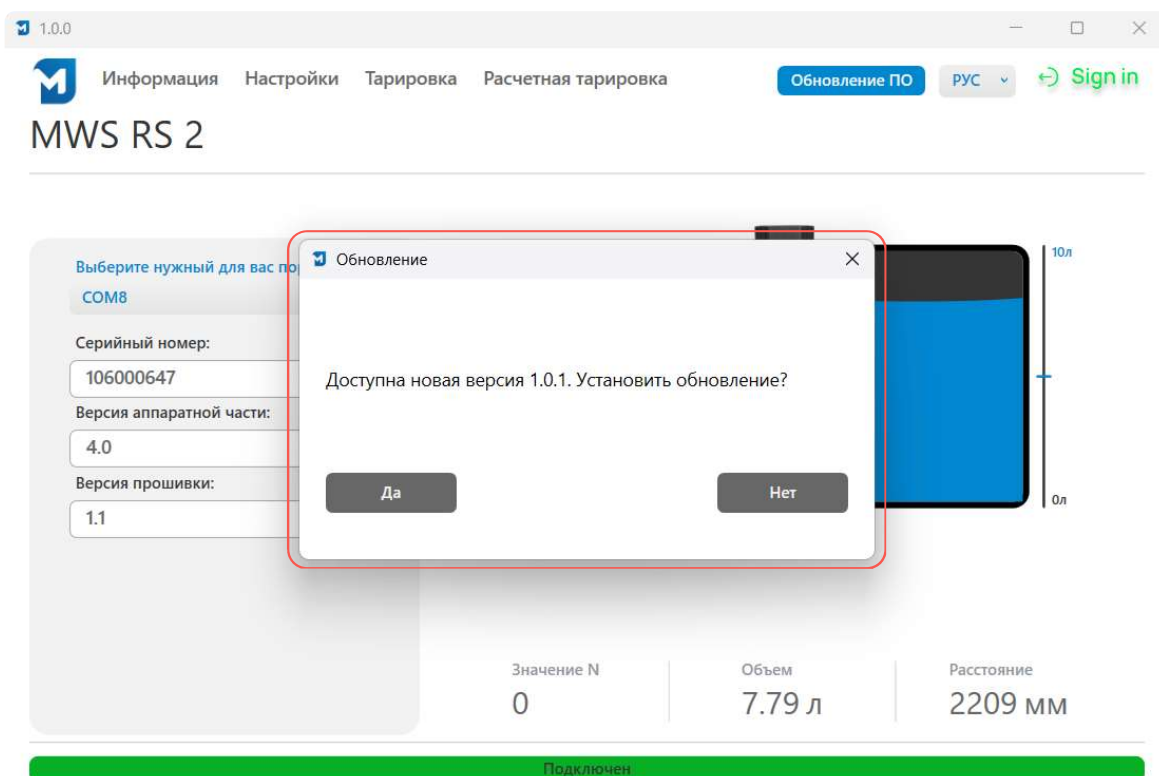

Рис. 10. Уведомление о новой версии программы
3. Запустите программное обеспечение, при наличии интернета и если у вас устаревшая версия конфигуратора, программа выдаст вам всплывающее окно подсказку и предложит вас перенаправить на облачное хранилище с новой версией программы (Рис. 10).